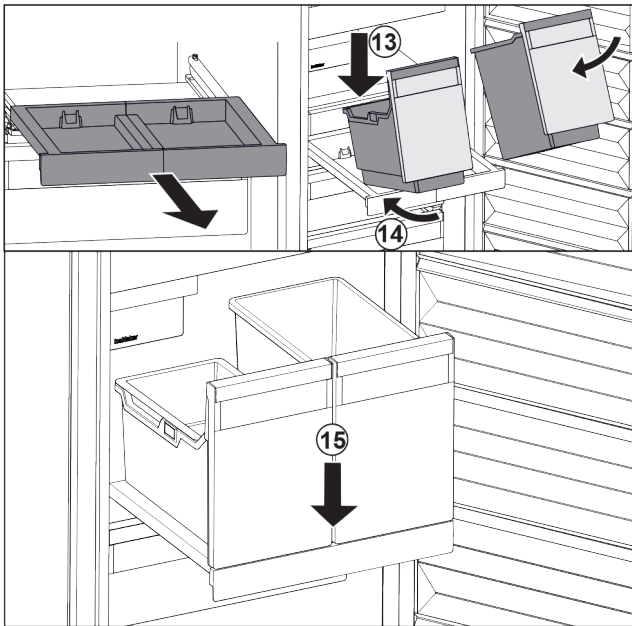

Fig. 31
- ▶ Behälter schräg auf das Auszugsbord aufsetzen. Fig. 31 (13)
- ▶ Behälter schräg nach hinten einschieben. Fig. 31 (14)
- ▶ Behälter vorne absetzen. Fig. 31 (15)